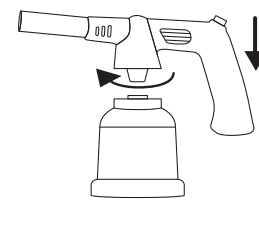

РИС. 3
3. Горелку-насадку подсоедините к корпусу, завернув до упора по часовой стрелке, (РИС. 3). При этом произойдет прокол газового баллона, горелка готова к эксплуатации.